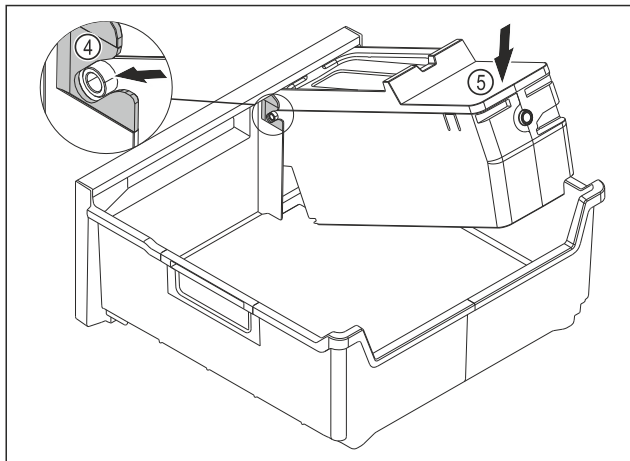

Fig. 86
- ▶ Смонтируйте корпус EasyTwist-Ice: Вставьте оси корпуса EasyTwist-Ice в направляющие Fig. 86 (4).
- ▶ Вдавите корпус EasyTwist-Ice Fig. 86 (5) вниз.